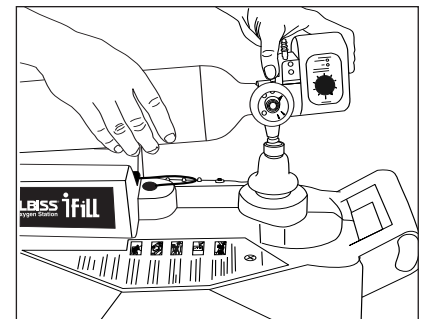

Figura 2
4. Coloque el cilindro sobre el soporte al tiempo que alinea el conector de niple del cilindro con el conector de llenado. Oprima el cilindro hasta que escuche un chasquido, señal de que se ha asentado (Figura 2). **NOTA**- Cuando utilice los cilindros de menor tamaño M4 o M6, es necesario colocar la tapa del conector de llenado / adaptador del cilindro en el soporte para ayudar a sostener el cilindro. Cuando utilice los cilindros más grandes ML6, C, D o E, no es necesario usar la tapa del conector de llenado / adaptador del cilindro y puede dejarse colgar sobre un lado.